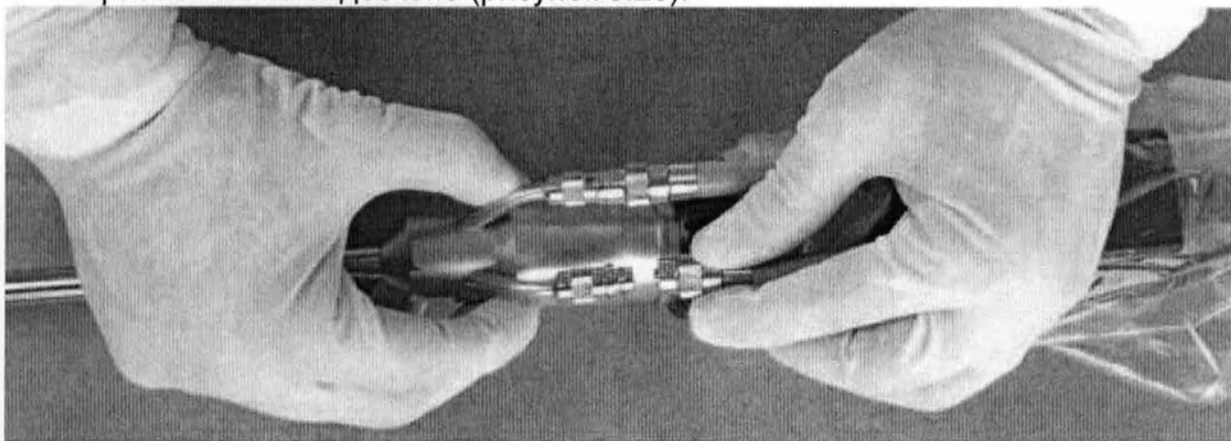

Рисунок 5.23. Присоединение световода к эндоскопу.
8. Операционная сестра соединяет двойной конец световода со световым разъемом на эндоскопе (рисунок 5.23).